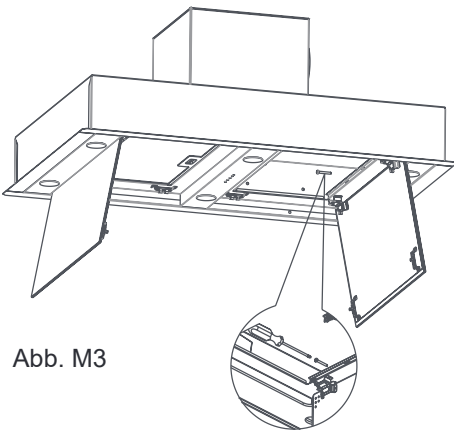

Abb. M3
- Für das Einsetzen in die Decke die Haube bis kurz unter die Decke heben, den Abluftkanal fest an den Abluftstutzen der Motorbox anschließen und den Netzstecker an die Stromversorgung anschließen, dann die Haube weiter nach oben in die Decke einschieben. Jetzt diese von Innen (Abb.M3) durch die Seitenbleche an den vorbereiteten Holzrahmen anschrauben.